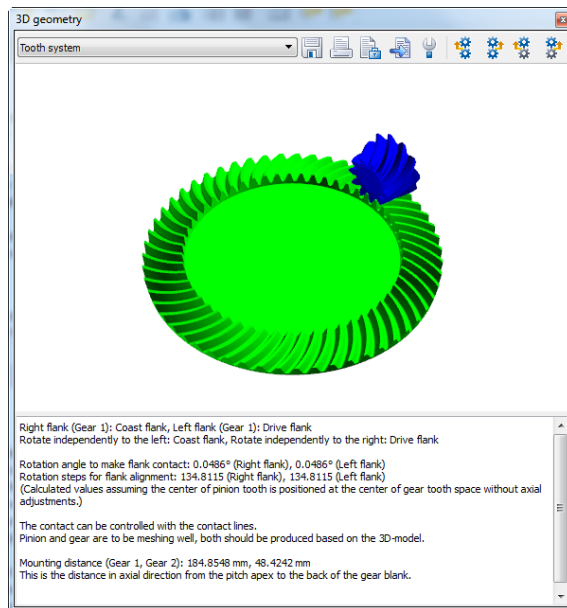

图 32. 显示 3D 锥齿轮
2. 点击"Graphics → 3D geometry → Tooth system"显示模型（看图 32）；